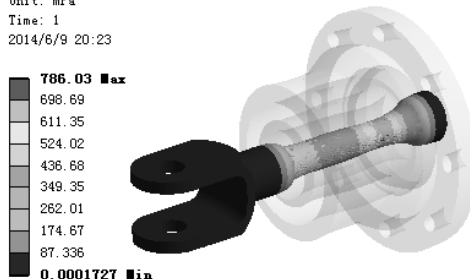

图 7.10.13 应力结果图解 (connector-shaft)
(5) 查看 connector-shaft 零件应力结果图解。在“Outline”窗口中选中  Equivalent Stress 4, 查看图 7.10.13 所示的零件 connector-shaft 的应力结果,其最小应力为 1.727e-004 MPa,其最大应力为 786.03MPa。